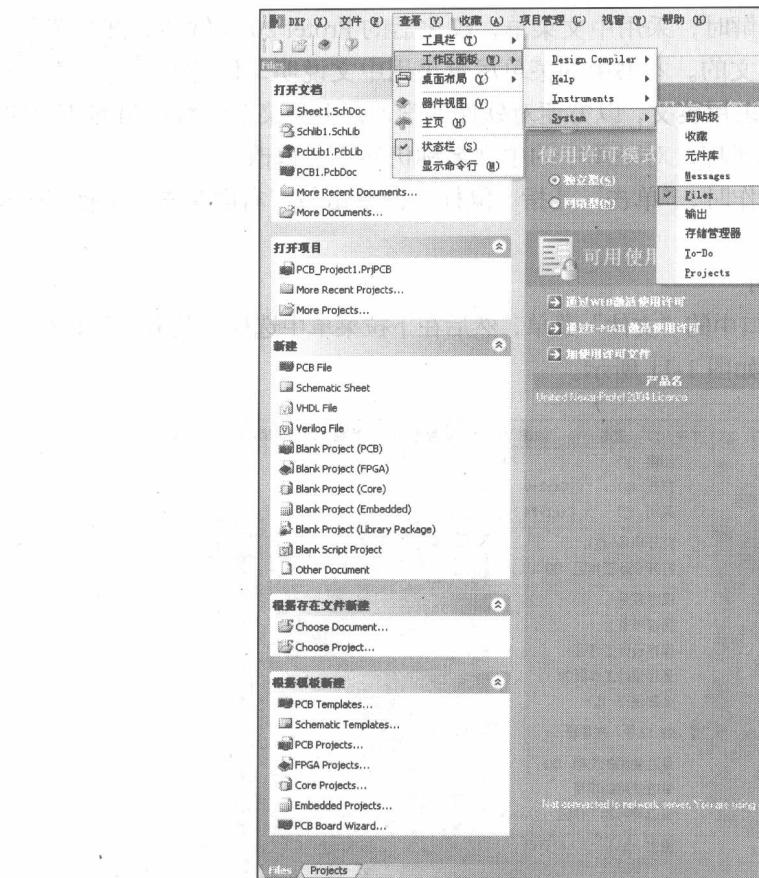
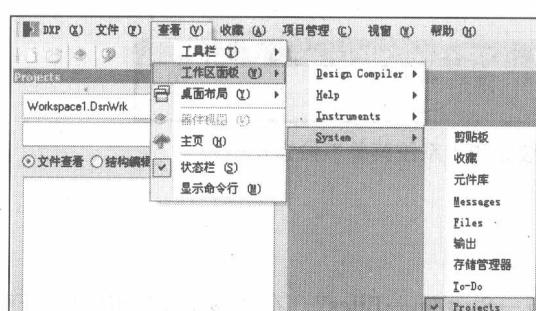

图 1-13 打开工作区“Files”面板
图 1-14 打开工作区“Projects”面板
(1) 执行菜单命令“查看→工作区面板→System→Files”，在主窗口左侧出现“Files”面板，其操作界面如图 1-13 所示。
- (2) 执行菜单命令“查看→工作区面板→System→Projects”，或者单击图 1-13 下方的 **Projects** 面板标签，在主窗口出现“Projects”面板。其操作界面如图 1-14 所示。